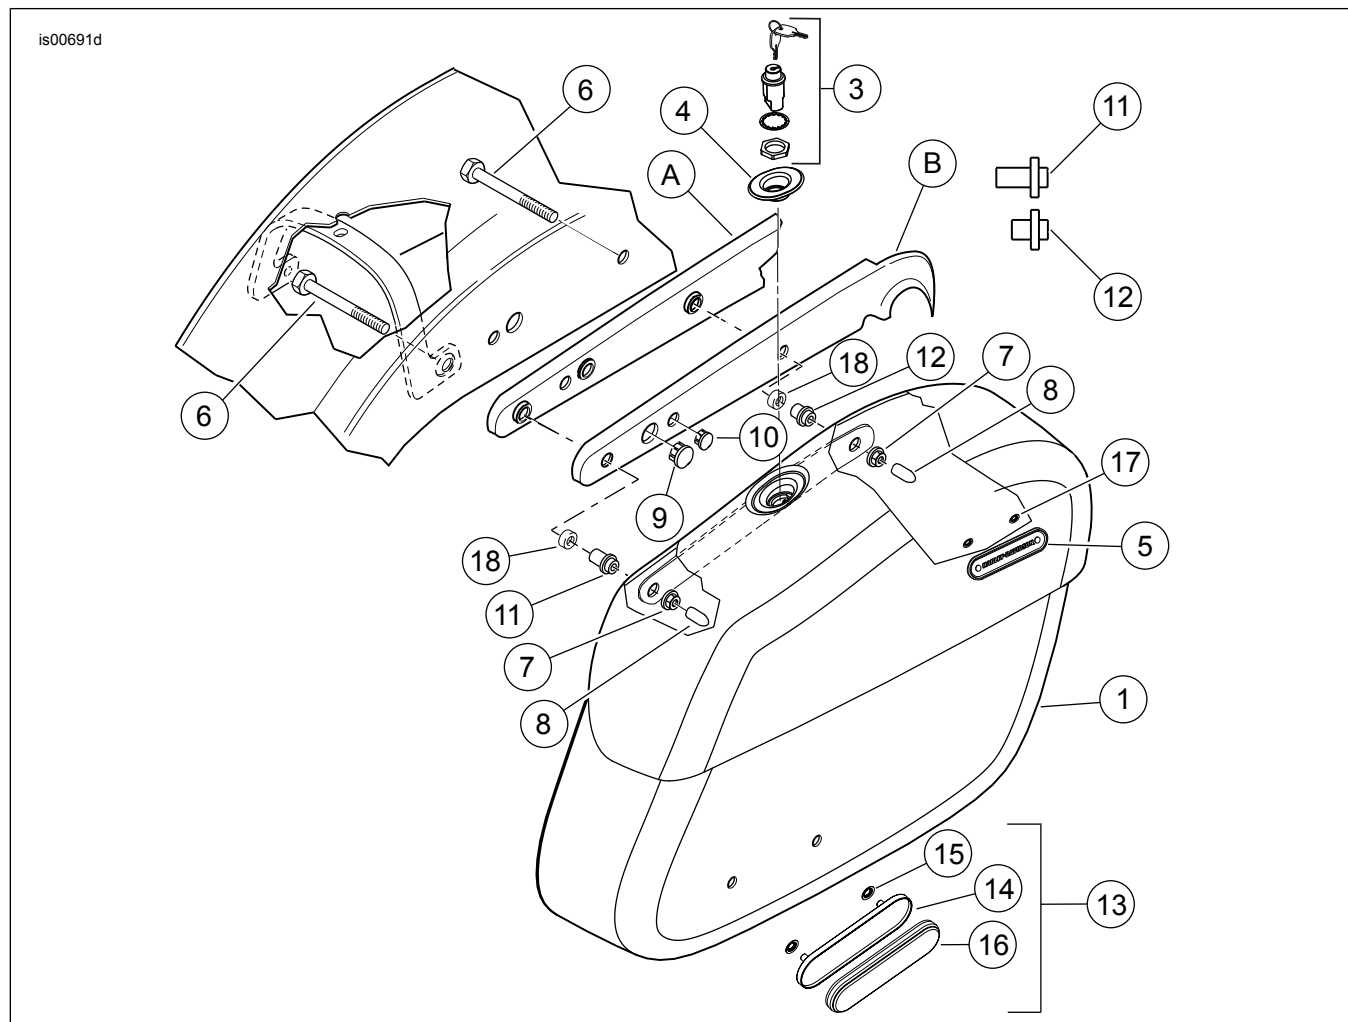

Figura 2. Peças de reposição: Kit de alforje de couro rígido Sportster (lado direito mostrado)
Veja a Figura 2 e a Tabela 1.
5. Veja a Figura 2. Através da parte inferior do pára-lama, instale dois parafusos (6) do kit através do pára-lama, no suporte (A) e na tampa (B) do pára-lama, de onde os dois parafusos de cabeça abaulada foram removidos anteriormente no passo 3.
6. Para o kit 53050-10: Instale a bucha curta (12) no parafuso dianteiro (extremidade curta na direção do alforje) e a bucha comprida (11) no parafuso traseiro (extremidade curta na direção do alforje). Para o kit 90201321: Instale o espaçador (18), em seguida, a bucha curta (12), no parafuso dianteiro (extremidade curta voltada para o alforje). Instale o espaçador (18), em seguida, a bucha longa (11) no parafuso traseiro (extremidade curta voltada para o alforje).
8. Coloque as contraporcas flangeadas (7) nos parafusos na parte interna do alforje. Aperte ambas as porcas de travamento flangeadas com torque de 33-37 Nm (24-27 pés-lb).
9. Instale uma tampa de proteção da rosca (8) nas extremidades de cada um dos parafusos.
2. Veja Figura 2. Posicione o suporte do refletor (14) no alforje.
7. Instale o suporte do refletor (14) no alforje usando duas porcas de pressão (15).
8. Remova a parte traseira do adesivo do refletor (16) e instale-o no suporte (14).